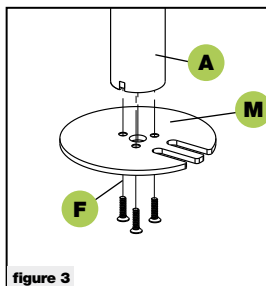

figure 3
1. Install the grommet base plate (m) to the pole (a) using 3pcs 5x14 bolts (f) and tighten using the Allen key (o), see figure 3.
1. Die Scheibe (m) mit den 3 Schrauben 5x14 (f) am Rohr (a) befestigen und mit dem Inbusschlüssel (o) festziehen, wie in Abbildung 3 gezeigt.
1. Monter la plaque (m) sur le tube (a) en utilisant 3 vis 5x14 (f) puis les serrer à l'aide de la clé Allen (o), conformément à la figure 3.
1. Instalar la placa (m) en el tubo (a) usando 3 tornillos 5x14 (f) y apretarlos con la llave Allen (o), como en la ilustración 3.
1. Zamontować płytkę (m) na rurze (a) za pomocą 3 śrub 5x14 (f) i dokręcić je kluczem imbusowym (o), jak na rys. 3.